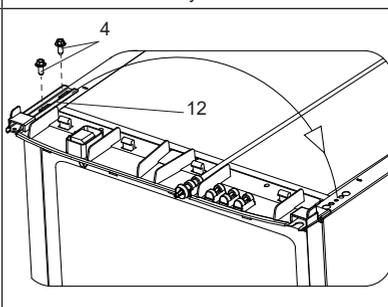

Рисунок 8
5. Торцовым ключом на 8 выкрутите болты 4, снимите вторую верхнюю петлю 12 и установите ее на противоположную сторону (см. рис. 8).